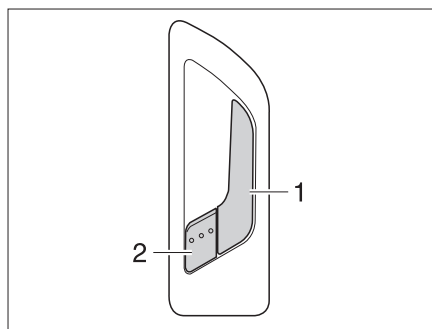

Fig. 36 Serrure de la porte cellule, à l'intérieur
- Tirer sur la poignée (Fig. 36,1). La serrure de la porte est déverrouillée. Le levier de sécurité (Fig. 36,2) ressort automatiquement.
- Appuyer sur le levier de sécurité (Fig. 36,2).